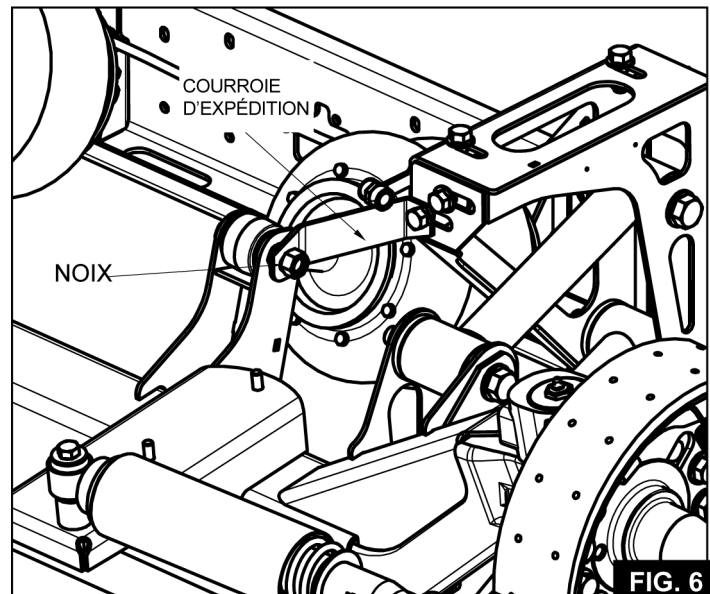

FIG. 6
- ☐ Les courroies d'expédition et les écrous supplémentaires sont-ils enlevés ? (voir **Fig.6**)